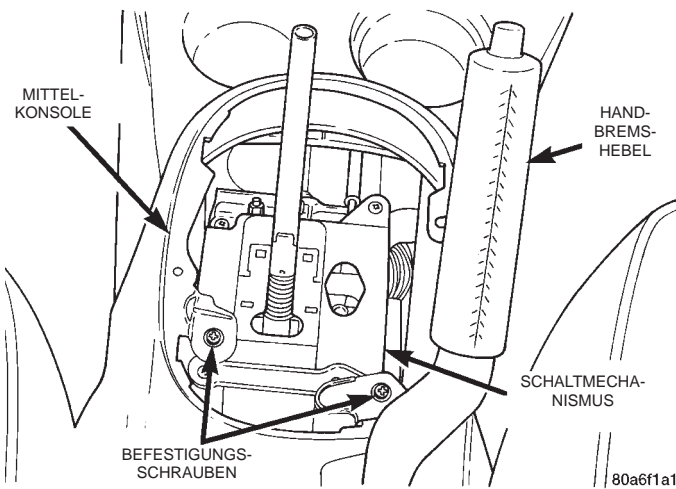

Abb. 132 Vordere Befestigungsschraube der Mittelkonsole
(3) Die 2 Schrauben (Abb. 132) lösen, mit denen die Mittelkonsole am Schalthebel befestigt ist.
(22) Die 2 Schrauben eindrehen, mit denen die Vorderseite der Mittelkonsole am Schalthebel befestigt wird (Abb. 132). Die Abdeckkappe für die Schraubenbohrung wieder anbringen und die Schaltkulisserie in die Mittelkonsole einsetzen.